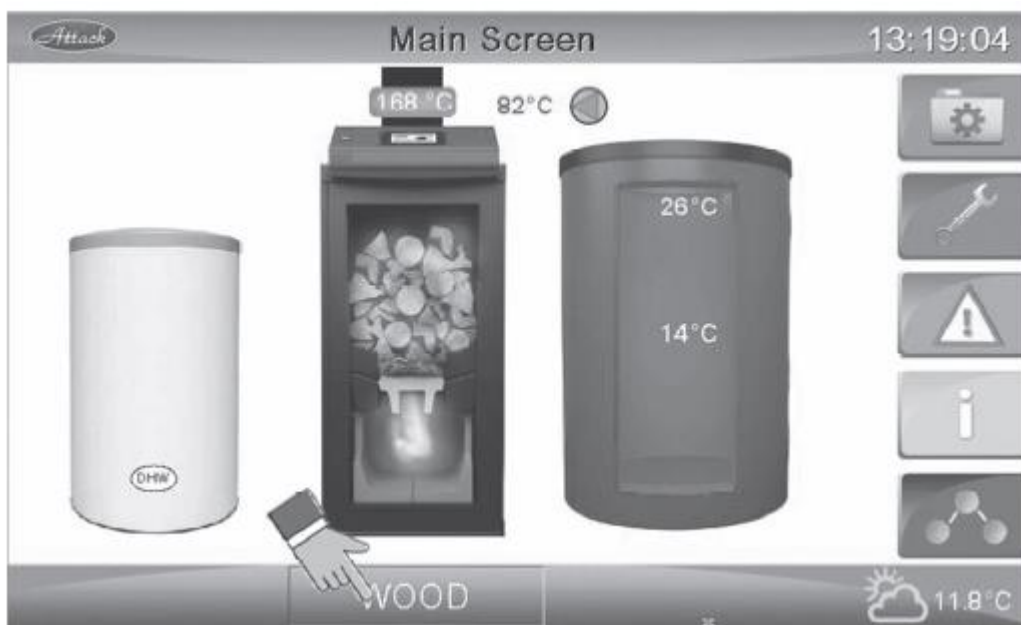

Fig. 31 Oprirea cazanului
6. Daca doriti sa opriti arderea, apasati tasta WOOD de pe ecranul principal al cazanului (fig. 31).